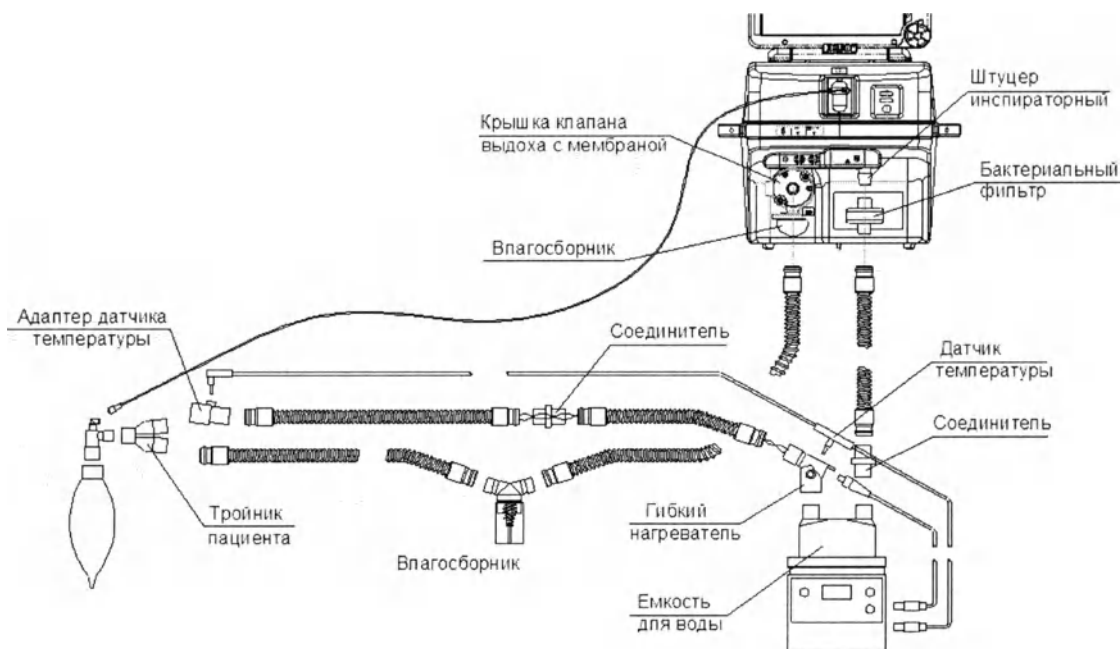

Рисунок 3.6 – Схема сборки дыхательного контура с подогреваемым шлангом и датчиком температуры.
- Подготовить элементы дыхательного контура, фильтры, мешок дыхательный (тестовое легкое), влагоотделитель капнографа из комплекта поставки. Собрать схему согласно рис. 3.6.